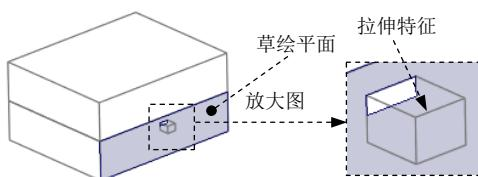
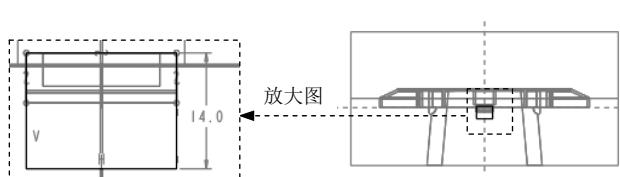

图 27.27 实体拉伸特征 1
图 27.28 截面草图
Step5. 创建图 27.27 所示的实体拉伸特征 1。单击 **模具** 操控板 **形状** 区域中的 按钮，此时系统弹出“拉伸”操控板；在出现的操控板中，确认“实体”类型按钮 被按下；右击，从系统弹出的菜单中选择 **定义内部草绘...** 命令；选取图 27.27 所示的平面为草绘平面，接受系统默认的箭头方向为草绘视图方向，然后选取 MAIN_PARTING_PLN 基准平面为参考平面，方向为 **上**。单击 **草绘** 按钮，进入草绘环境；进入截面草绘环境后，选取 MOLD_FRONT 基准平面和 MAIN_PARTING_PLN 基准平面为草绘参考，利用“投影”命令绘制图 27.28 所示的截面草图。完成特征截面的绘制后，单击“草绘”操控板中的“确定”按钮 ；在操控板中选取深度类型 ，再在深度文本框中输入深度值 20.0，并按回车键；接受系统默认的拉伸方向；在“拉伸”操控板中单击 按钮，完成特征的创建。